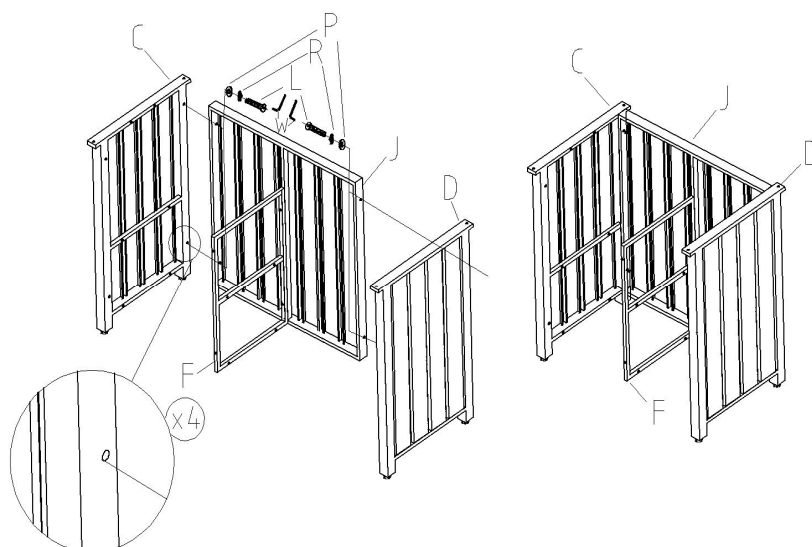

Figure 2
2. Monter le côté gauche (C), le côté droite (D) et l'arrière (J) ensemble avec 4 boulons $\frac{1}{4}$ in x 30 mm (L), 4 rondelles plates (P) et 4 rondelles élastiques (R) à l'aide de clé Allen (W), (voir Figure 2).